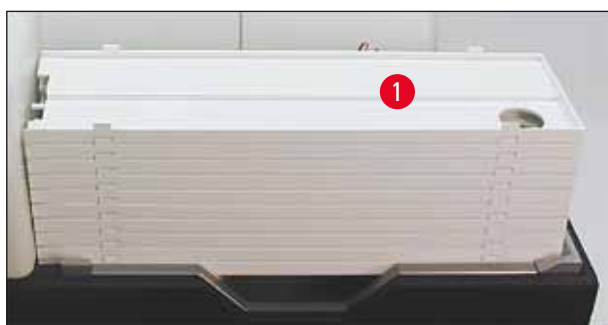

Fig. 42
1. Poser la pile de plateaux (→ "Fig. 42-1") sur la plaque élévatrice de la station de prélèvement (→ "Fig. 42").